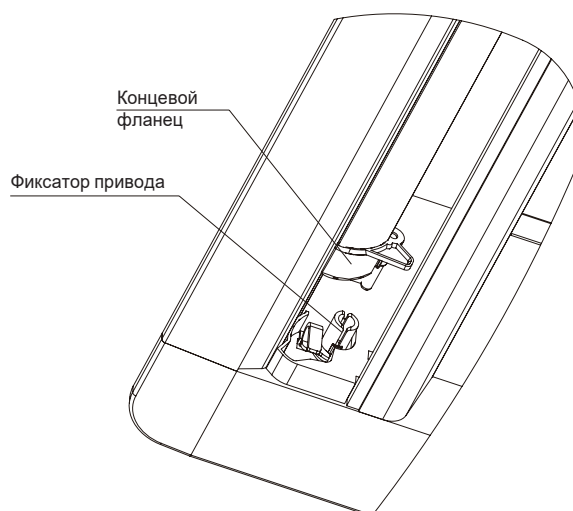

Рисунок 3.20
- (1) Снимите воздушный дефлектор: убедитесь в том, что воздушный дефлектор расположен горизонтально, нажмите на один конец воздушного дефлектора в месте, где находится фиксатор. Фиксаторы в средней части и на другой стороне дефлектора также освободятся. Снимите воздушный дефлектор, как показано на рисунке 3.19.
- (2) Установите воздушный дефлектор: для установки воздушного дефлектора (1) повторите действия для его снятия в обратном порядке. См. рисунок 3.20.